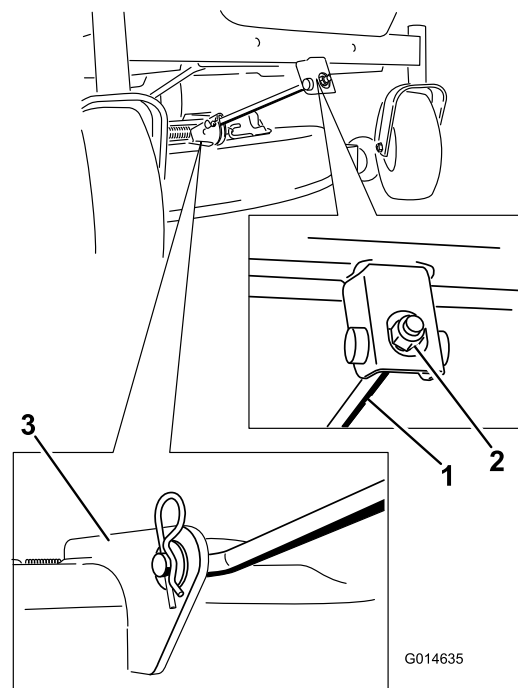

Figure 54
- 5. Retirez la goupille fendue de la tige de support avant et déposez la tige du support de plateau (Figure 54).
6. Fixez la tige de support avant au plateau de coupe à l'aide de l'axe de chape et de la goupille fendue (Figure 54).